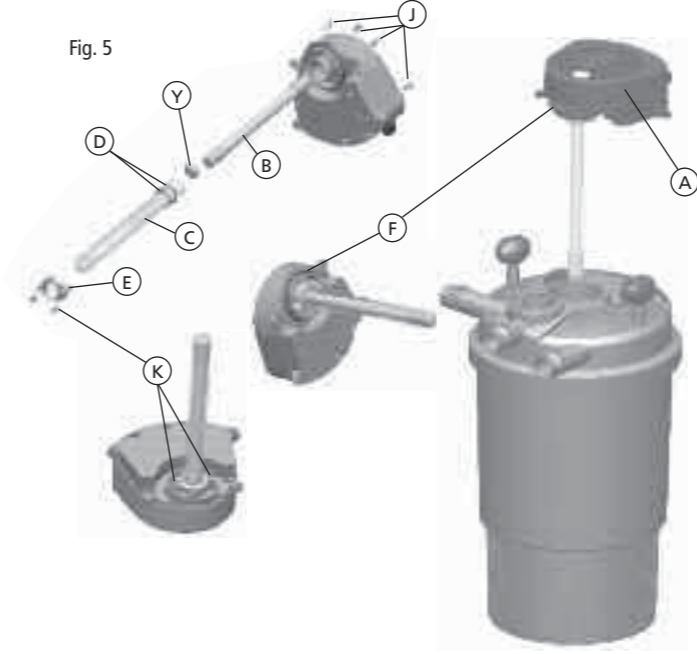

Fig. 5
- Haal de UV-C-kop (A) (Fig. 5) van de filter door het losdraaien van de 4 schroeven (J) waarmee de UV-C-kop vastzit aan het filterdeksel (G).
- In deze fase is het mogelijk om de kwartsbuis (C) te reinigen, als dat nodig blijkt. **Gebruik daarvoor een vochtige, zachte doek. Voor hardnekkig vuil mag wat azijn worden gebruikt. Gebruik geen detergenten of andere chemische schoonmaakmiddelen.**